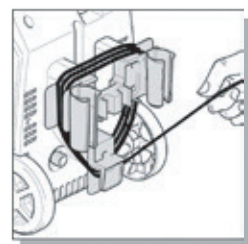

Fig. 22
- Enroulez le câble électrique autour du rangement accessoires, en utilisant les rallonges à la position 3H et 9H et le rangement à "L" du câble électrique à la position 6H (Figure 22).